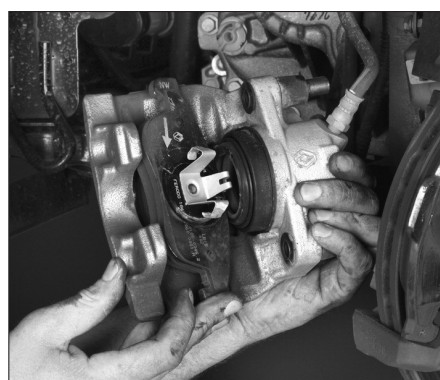

FIG. 4
- Dégraffer et déposer la plaquette intérieure de l'étrier (Fig.4).